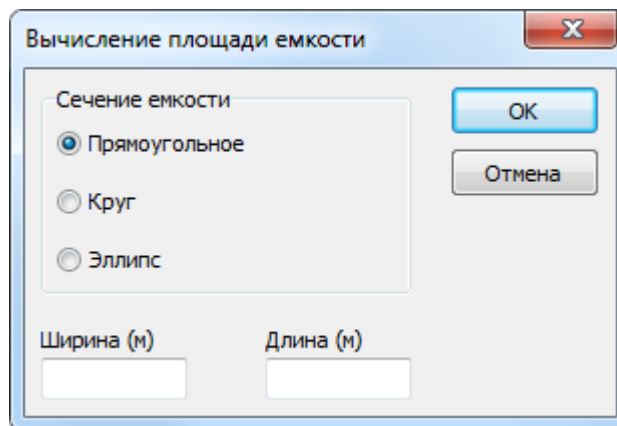

Рисунок 64. Диалог "Вычисление площади емкости"
После нажатия на кнопку появится диалог вычисления площади ёмкости (Рис. 64). Для вычисления площади и максимального объёма выберите сечение ёмкости, а также укажите её длину и ширину (или диаметр, если выбран круг).
2. Заполните поля ввода **Уровень** и **Значение**. Для расчёта информации, задаваемой в поле ввода **Значение**, воспользуйтесь кнопкой , которая отображается в данном поле ввода при начале ввода данных в нём. После её нажатия откроется диалог, который позволяет выбрать тип сечения емкости и задать необходимые для вычислений параметры (Рис. 64).